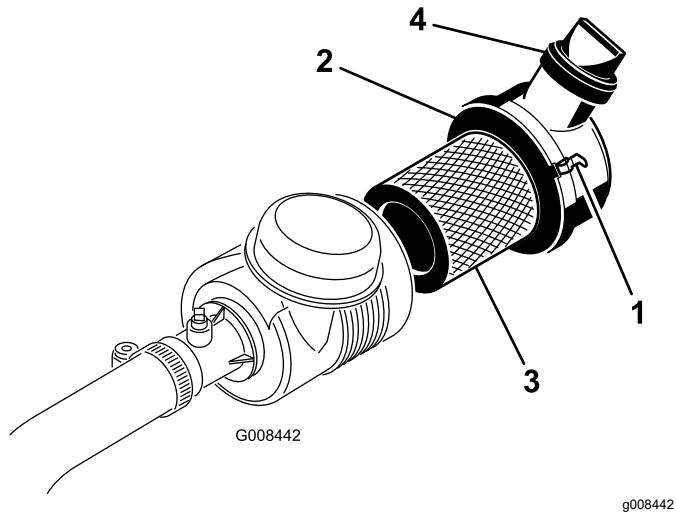

図 31
- エアクリーナーのカバーをボディーに固定しているラッチを外す(図 31)。
- カバーとボディがラッチで確実に固定されていることを確認する図 31。